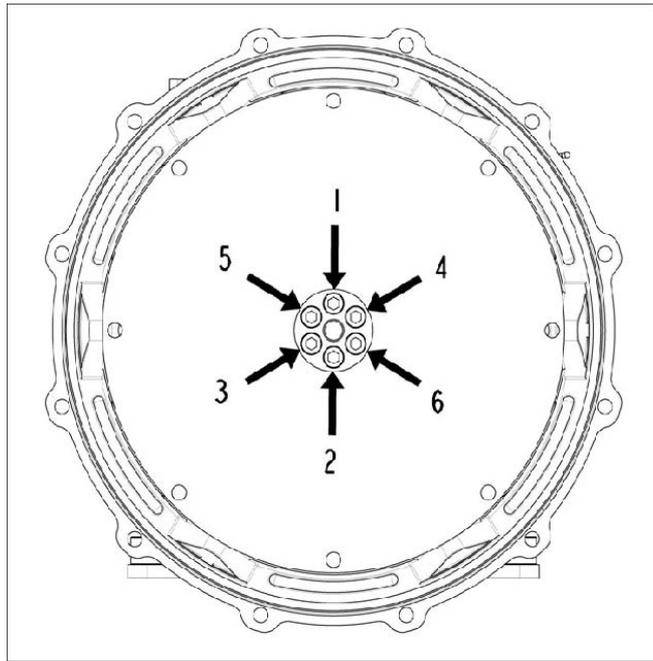

图 10. 轮毂固定顺序
4. 如果需要，请拧紧耦合盘螺栓，如 图 10 位于页面 目录 23 所示。请参见 章 8 位于页面 目录 41 以了解拧紧扭矩。